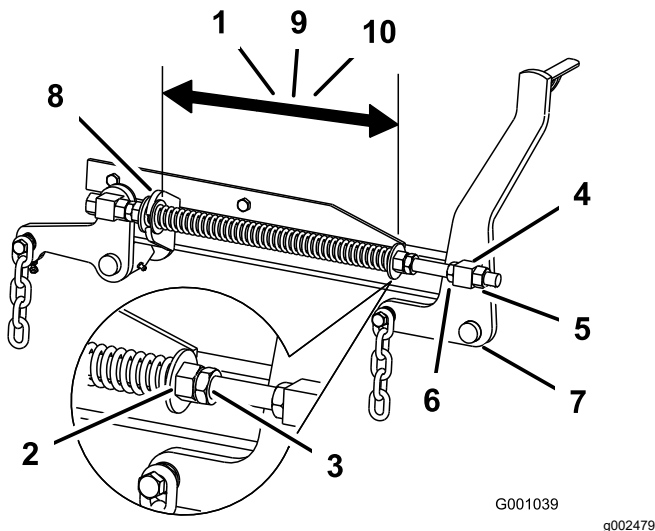

Bild 106
2. Prüfen Sie den Abstand zwischen den beiden großen Scheiben. Für Mähwerke mit 132 cm sollte der Abstand 28,2 cm, für Mähwerke mit 152 cm sollte der Abstand 26,7 cm und für Mähwerke mit 182 cm sollte der Abstand 29,2 cm betragen (Bild 106).
3. Stellen Sie den Abstand ein. Lösen Sie die Federklemmmutter und drehen Sie die Mutter vorne an jeder Feder (Bild 106).
4. Arretieren Sie die Mutter, indem Sie die Federklemmmutter anziehen (Bild 106).